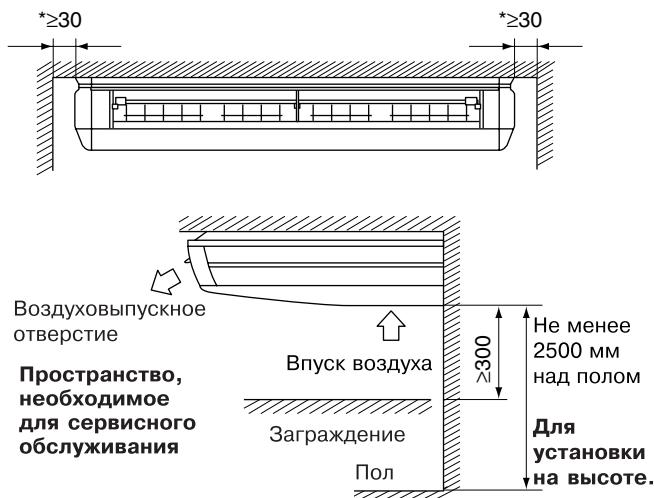

Рис. 1
(1) Выберите для установки такое место, где выполняются указанные ниже условия и удовлетворяются запросы пользователя.
- С наличием свободного пространства, достаточного для технического и сервисного обслуживания. (**См. рис. 1**)